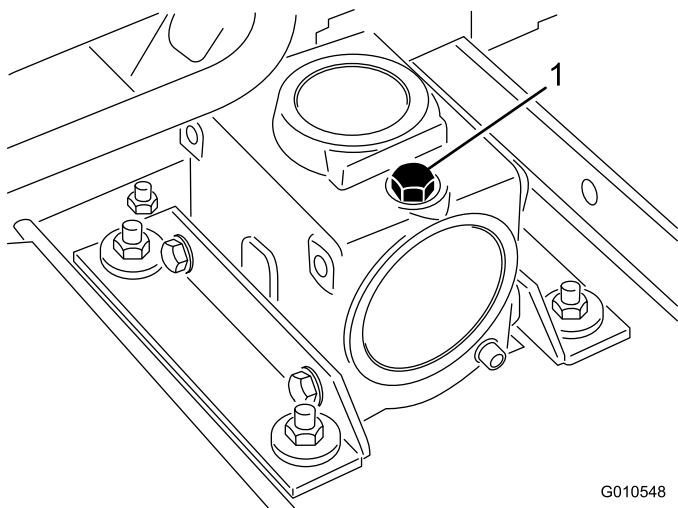

Figure 23
2. Placez la machine et le plateau de coupe sur une surface plane et horizontale, et abaissez le plateau de coupe. Retirez le bouchon de remplissage-jauge au sommet du boîtier d'engrenages (Figure 23) et vérifiez que le niveau de lubrifiant se situe entre les repères de la jauge. Si le niveau de lubrifiant est bas, ajoutez de l'huile pour engrenages SAE 80-90 jusqu'à ce que le niveau se situe entre les repères. Le boîtier d'engrenages a une capacité de 283 ml.